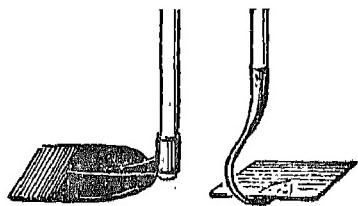

Fig. 5. — **Houes.**
b) **Sarclages ou binages.** — Ce sont des labours peu profonds, pratiqués sur des planches en culture, avec une binette ou une houe (fig. 5).